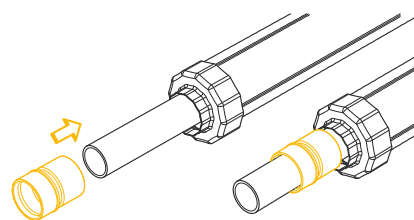

Рис. 4.5.3
- Надеть гильзу подвижную на напорную трубу внутренней фаской по направлению к торцу трубы (рис. 4.5.3).